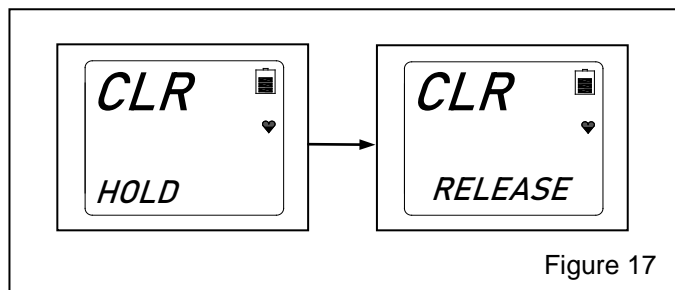

Figure 17
1. Quand PEAK (PIC) apparaît à l'écran, appuyez sur le bouton AIR et maintenez-le enfoncé (comme illustré sur la figure de gauche de la figure 17), jusqu'à ce qu'on vous demande de le relâcher (comme illustré sur la figure de droite).